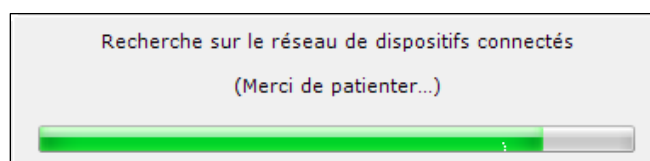
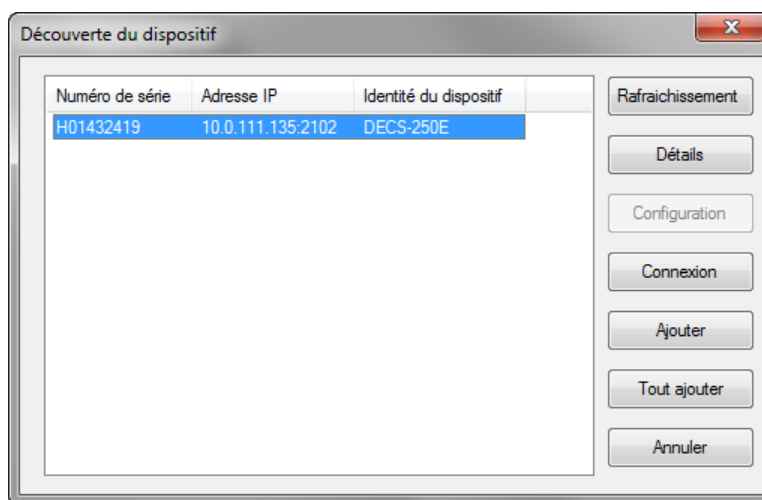

Figure 21-8. Recherche des dispositifs connectés
Figure 21-9. Fenêtre de détection des dispositifs
4. Si vous ne connaissez pas l'adresse IP, vous pouvez effectuer une recherche (Figure 21-8) pour rechercher tous les dispositifs connectés en cliquant sur le bouton *Ethernet* dans la fenêtre Détection des dispositifs. Une fois la recherche terminée, une fenêtre contenant les dispositifs connectés s'affiche. (Figure 21-9)
6. Choisissez le dispositif dans la liste et cliquez sur *Connecter*. Attendez l'établissement de la connexion (Figure 21-9).